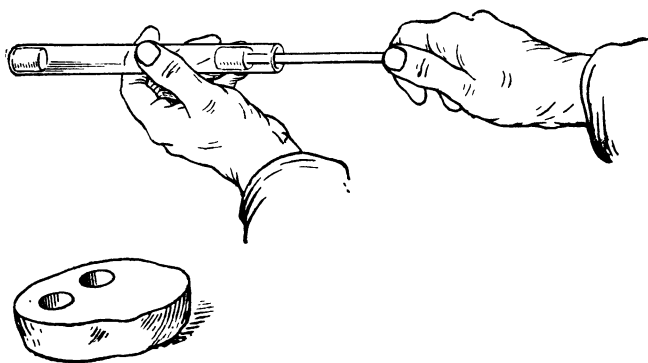

Рис. 86. Картофельный пистолет.
2. Вырезать из картофеля пластинку. Недлинную стеклянную или металлическую трубочку погрузить сначала одним концом, потом другим в картофель так, чтобы оба конца стеклянной трубочки закупорились картофельными пробками. Тонкой деревянной палочкой быстро вдвигать одну из пробок внутрь трубочки. Продвигая одну пробку внутрь трубки, другую пробку можно заставить с шумом вылететь (рис. 86).